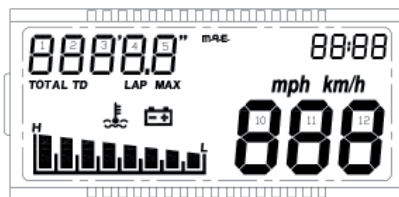

Fig. 18
- 2a pagina (ad ogni accensione dello strumento): Check di tutti i segmenti dell'LCD per circa 3 sec. (fig. 18).
- 2nd page (every time the instrument is switched on): Check of all LCD segments for approx. 3 seconds (fig. 18).